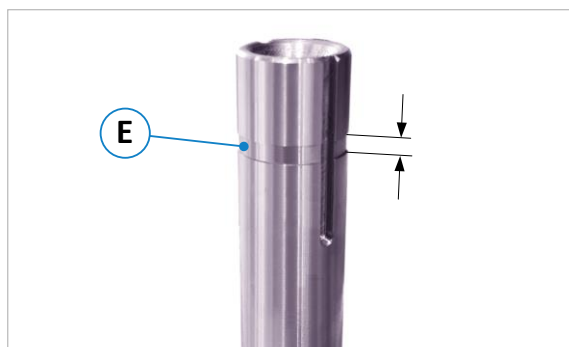

Figure 19 : marque pour l'anneau d'espacement supérieur
1. Desserrez la vis de serrage (S) de l'écrou de serrage rapide (M) à l'aide de la clé à ergots 4 mm fournie.
2. Ensuite, dévisser complètement la vis de fixation (F) à la main et enlever l'écrou de serrage rapide (M) en le retirant.
3. Retirer les bagues d'écartement (D) et placer le nouvel outil de fraisage.
4. Mettre en place les bagues d'écartement (D) nécessaires, le cas échéant. Il faut placer autant de bagues d'écartement que nécessaire pour que la surface de serrage supérieure de la bague d'écartement supérieure se trouve dans la zone (E) de l'entaille de marquage (voir ⇒ Figure 19).
5. Remettre l'écrou de serrage rapide (M) en place et serrer la vis de fixation (F) à la main.
6. Serrer maintenant la vis de serrage (S) avec la clé à ergots 4 mm. Couple de serrage = 12 Nm.
**Avec un couple de serrage de la vis de serrage (S) de 12 Nm, la fraise est serrée avec env. 30 kN (= 3 t).**
- Après le changement d'outil, déverrouiller le bouton d'arrêt d'urgence (4).